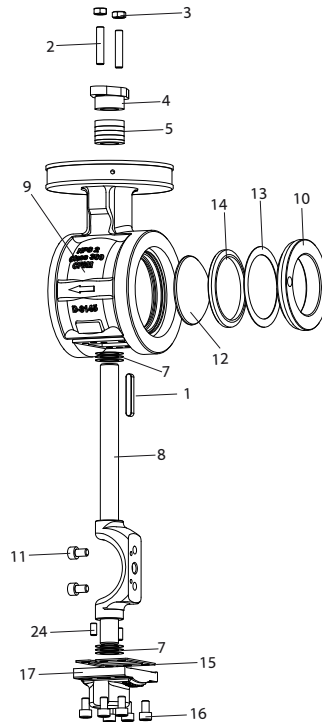

Fig.6-5
1. Zafar los tornillos (→ Fig.6-5/20) y retirar la cubierta (→ Fig.6-5/10).
2. Retirar la arandela de resorte (→ Fig.6-5/13), el anillo de apoyo (→ Fig.6-5/14 a) y el asiento (→ Fig.6-5/14).